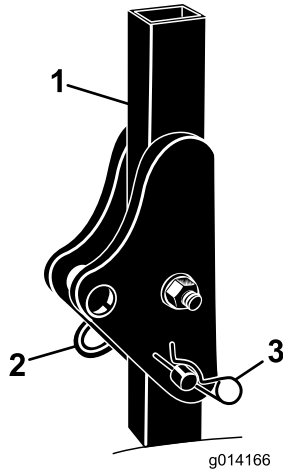

図 5
1. 機体の左右で保護バーからヘアピンコッターを抜き、ピンを外す (図 5)。
2. ROPS をまっすぐに立ててピンで固定し、ヘアピンコッターでロックする (図 5)。